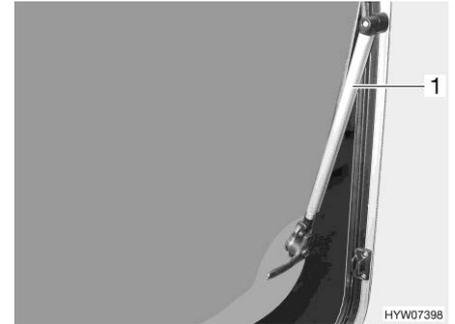

Bild 97 Ausstellfenster mit Automatik-Aussteller
- Ausstellfenster mit Automatik-Aussteller: Das Ausstellfenster bis zur gewünschten Raststellung öffnen. Der Automatik-Aussteller (Bild 97,1) rastet selbständig ein.